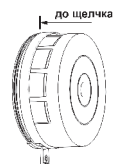

Рис. 6
7. С небольшим усилием защелкиваем крышку на основание клапана (Рис. 6).